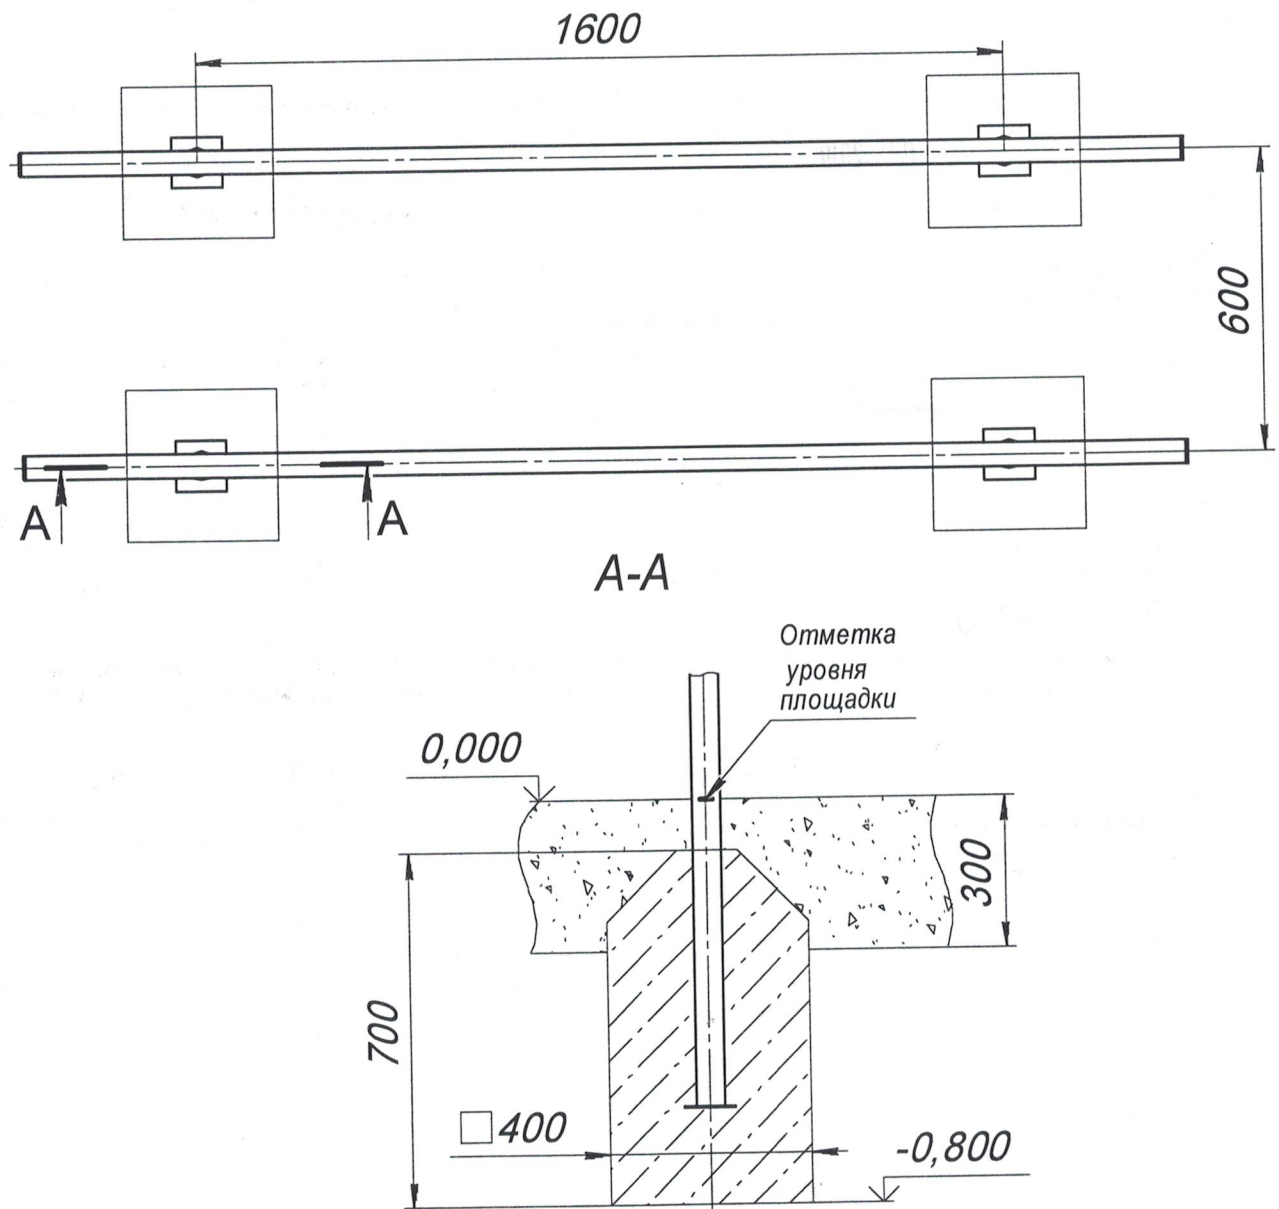

Рис. 3.
- Подготовить приямки по схеме на рис. 3.
- Установить в приямки стойки и выровнять согласно рис.3.